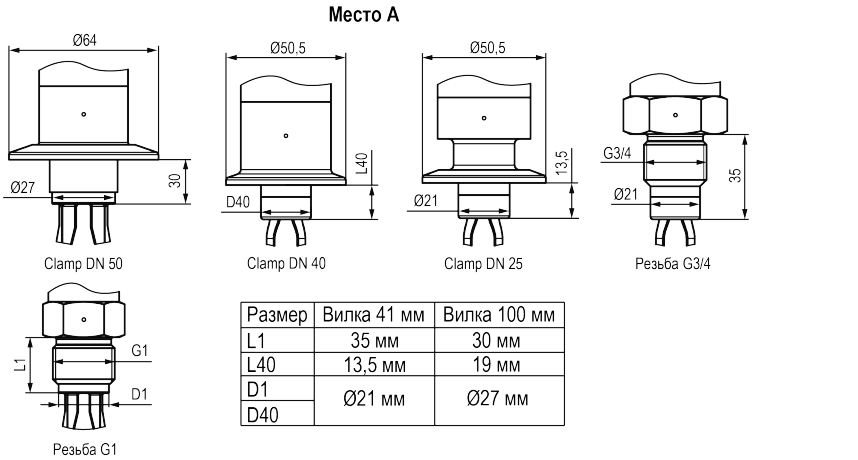

Рисунок 3 – Габаритные размеры места присоединения датчика
- 2 – процессное соединение (см. рисунок 3);